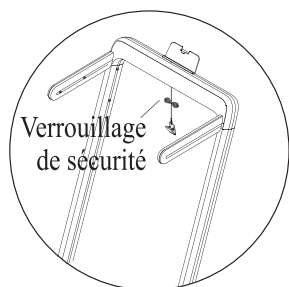
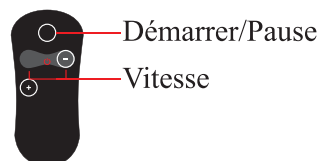

figure 1
figure 2
1. Étirer vers le bas Pliez légèrement vos genoux et pliez lentement votre corps pour détendre votre dos et vos épaules. Et essayez de toucher vos orteils avec vos mains. Maintenez la position pendant 10 à 15 secondes, puis détendez-vous. Répétez 3 fois (voir figure 1)
2. Étirement des ischio-jambiers Asseyez-vous sur un coussin de siège propre et redressez une jambe. Rapprochez l'autre jambe près de l'intérieur de la jambe. Essayez de toucher vos orteils avec vos mains. Maintenez la position pendant 10 à 15 secondes, puis détendez-vous. Répétez avec chaque jambe 3 fois (voir figure 2)
2. Tenez la télécommande et dirigez-la vers l'écran d'affichage du moulin (comme indiqué sur la figure 2) dans les 10 secondes après avoir débranché le verrou de sécurité du tapis de course (comme illustré sur la figure 1). Pendant ce temps, appuyez sur le bouton démarrer / pause de la télécommande pendant environ 3 secondes et le système émettra un son "didi", ce qui indique que la télécommande et le tapis de course ont été appariés avec succès et que la télécommande peut être utilisée pour contrôler le tapis de course normalement.